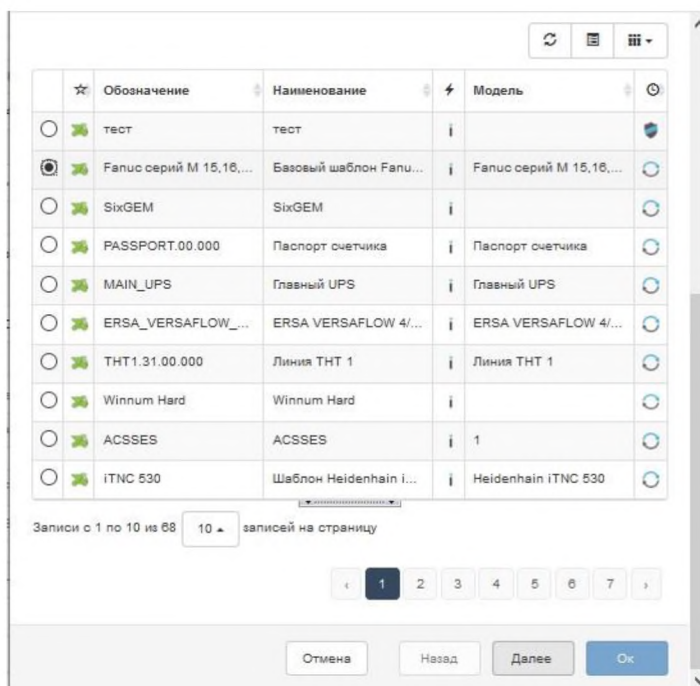

Рисунок 67 – Выбор шаблона изделия
- б) Выберите шаблон изделия и нажмите **Далее** (рис. 67).